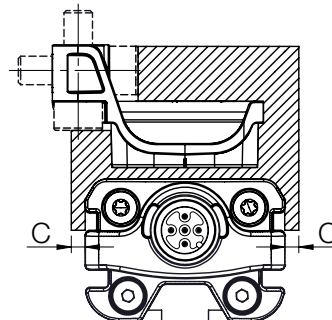

Bild 5-5: Mindestabstand C
- Der Abstand C zwischen Positionsgeber und Teilen die aus magnetisierbarem Material bestehen, muss mindestens 10 mm betragen (siehe Bild 5-5).